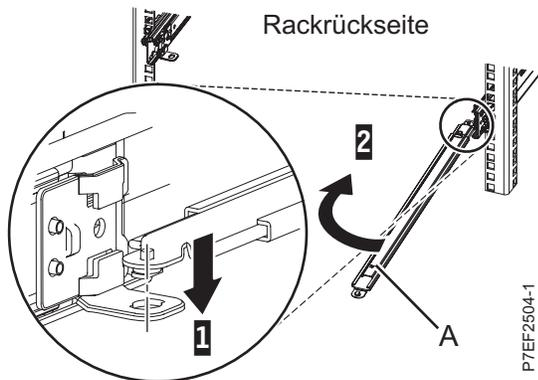

Abbildung 12. Stützarm anbringen
1. Der Kabelträger muss von der Rückseite gesehen an der rechten Seite des Servers installiert werden, wie in Abb. 12 auf Seite 11 dargestellt. Schließen Sie das eine Ende des Stützarms (**A**) an die rechte Schiene (**1**) an, damit Sie das andere Ende des Stützarms zur linken Seite des Racks (**2**) schwenken können.